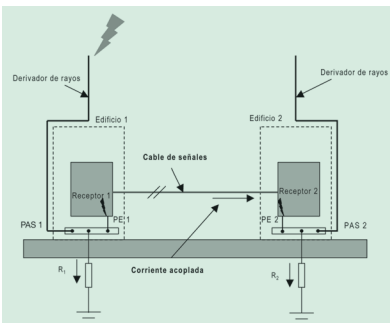

Fig. 3.17a. Acoplamiento óhmico.
- **Acoplamiento óhmico (fig. 3.17a)**